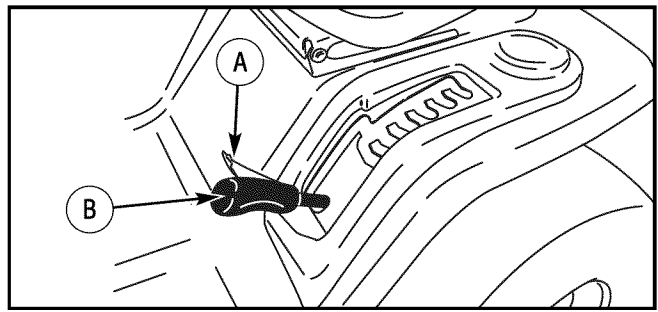

Figura 30: Palanca para levantar la plataforma
2. Abra la cubierta de posición de nivel de la plataforma, mueva la **palanca para levantar la cubierta** hasta la posición de ajuste de nivel (Figura 30).